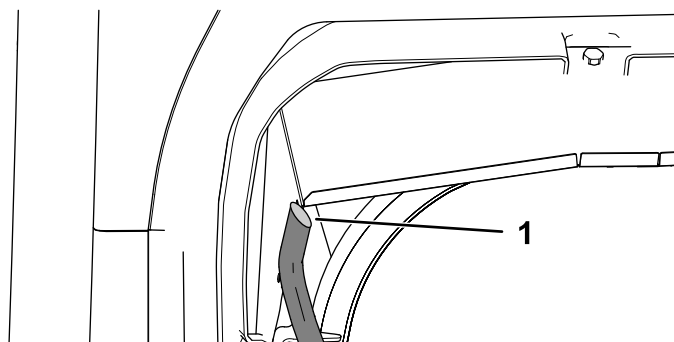

Figura 44
7. Schiacciate entrambe le estremità del tubo trasparente e tagliatelo a 45° (Figura 44).
8. Allineate il tubo trasparente con il fondo della grondina antiacqua in modo che la parte superiore dell'angolo si trovi all'esterno della macchina e montatelo (Figura 44).